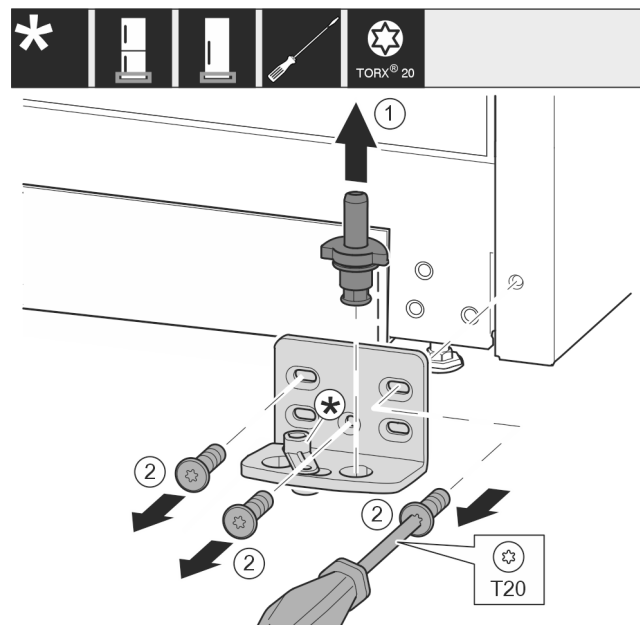

Fig. 14
- ▶ Trekk lagerboltene Fig. 14 (1) fullstendig ut oppover.
- ▶ Trekk ut skruene Fig. 14 (2) med en skrutrekker og fjern lagerblokken.